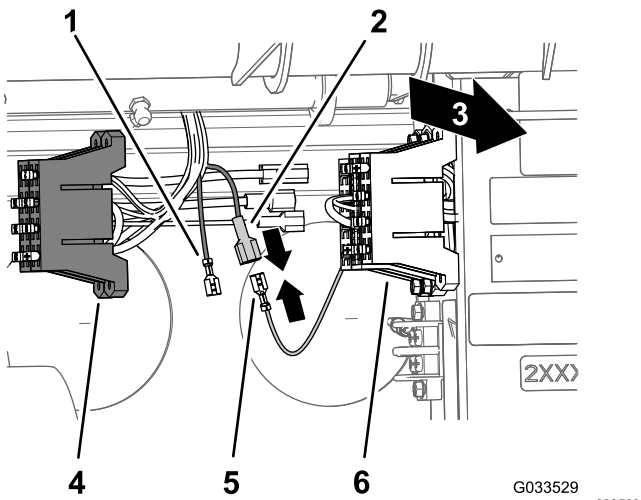

Figura 23
2. Localize o terminal do recetáculo não isolado no final do fio de alimentação amarelo aberto do bloco de fusíveis da máquina e o terminal de lâmina isolado no final do fio amarelo de alimentação opcional do bloco de fusíveis dos fios do pulverizador (Figura 23).
3. Localize o terminal do recetáculo não isolado do bloco de fusíveis da máquina ao terminal da lâmina isolado do bloco de fusíveis do pulverizador (Figura 23).